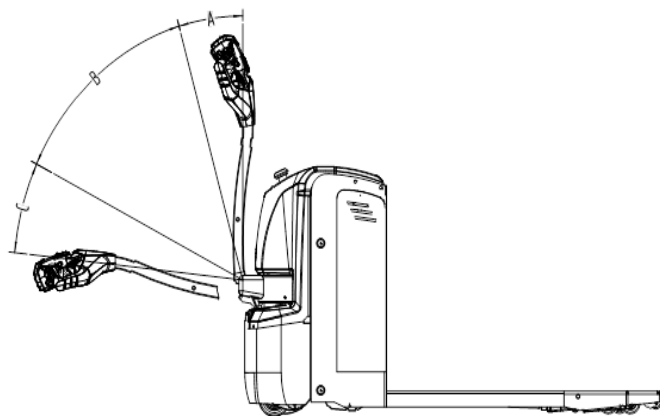

Figura 2
- 5.1.3 Controllare se i freni del carrello sono funzionanti. Controllare se i movimenti di sollevamento, abbassamento, avanti e indietro del carrello elevatore sono normali. Controllare se l'azione di retromarcia di emergenza del veicolo è regolare secondo il metodo mostrato nella Figura 2:
Spostare la maniglia di comando nell'area A o C come mostrato nella Figura 2, premere il pulsante di sollevamento sulla maniglia di comando e osservare se le forche si sollevano normalmente.
Spostare la leva di comando nell'area B come mostrato nella Figura 2, avviare lentamente il veicolo e premere la maniglia in posizione orizzontale per vedere se il veicolo può guidare o frenare normalmente.
Spostare la maniglia nell'area B come mostrato nella Figura 2, premere il pulsante dell'interruttore di retromarcia di emergenza sulla parte superiore della maniglia di comando per vedere se il veicolo può avanzare.